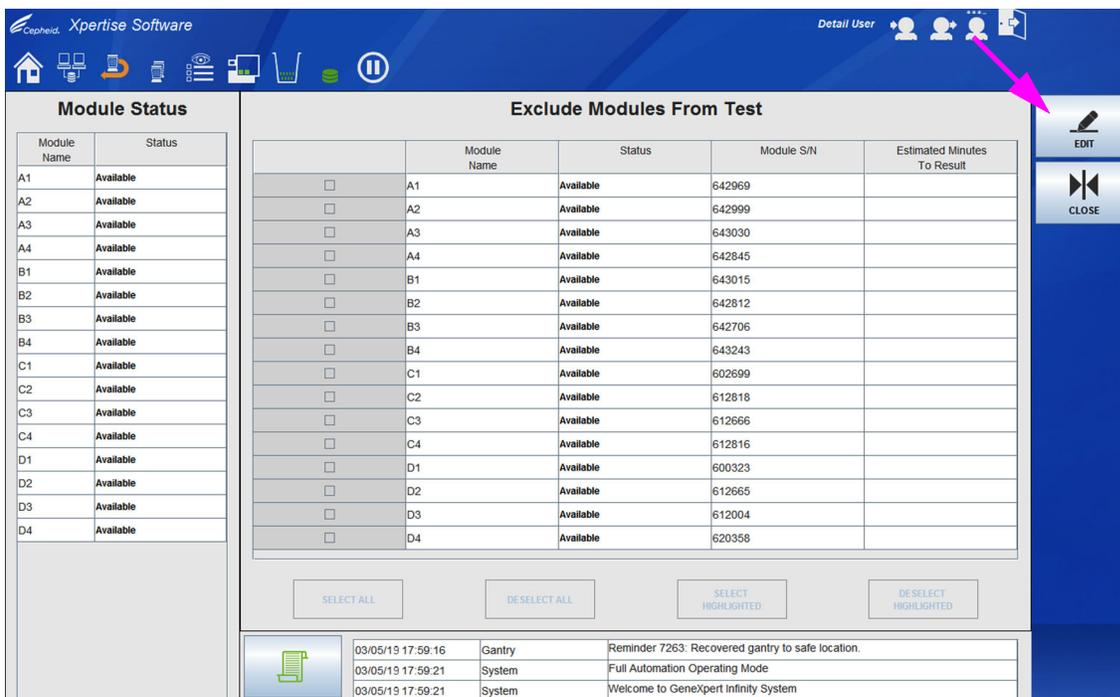
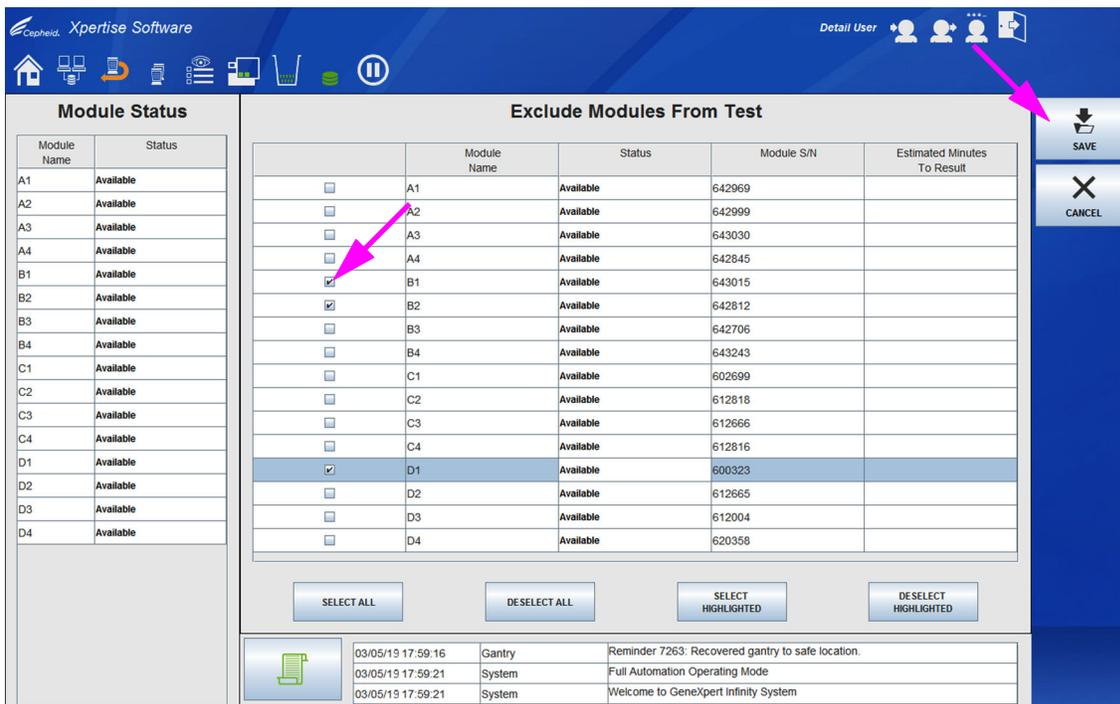

图 9-67. 从测试中排除模块 (Exclude Modules From Test) 工作区
图 9-68. 从测试中排除模块 (Exclude Modules From Test) 工作区
3. 在 GX 维护菜单中，选择**从测试中排除模块 (EXCLUDE MODULES FROM TEST)** 按钮（请参见图 9-58），以显示从测试中排除模块 (Exclude Modules From Test) 工作区。请参见图 9-67。
- 在从测试中排除模块 (Exclude Modules From Test) 工作区中，选择**编辑 (EDIT)**按钮（请参见图 9-67）。此时，从测试中排除模块 (Exclude Modules From Test) 工作区被激活，且可以如图 9-68中所示进行编辑。
6. 在从测试中排除模块 (Exclude Modules From Test) 工作区中选择或取消选择了模块后，选择**保存 (SAVE)** 按钮以保存更改（请参见图 9-68），或者选择**取消 (CANCEL)** 按钮以取消更改。